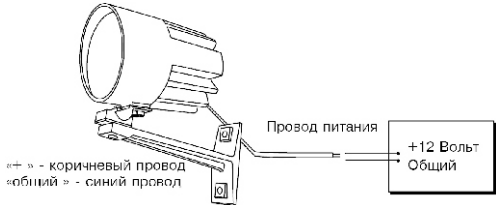

Рисунок 3 – Подключение прожектора
5.2.3.1 По завершении монтажа следует подключить прожектор к блоку питания (см. рисунок 3)